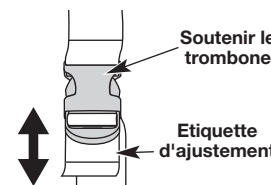

Fig. 18
2. Ajustez en se soulevant légèrement sur l'arrière de l'agrafe inférieure puis poussez ou tirez la fin lâche de la longueur de courroie pour adapter la taille et le confort de l'opérateur (Fig. 18).